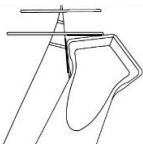

Figur 3
11. Vrid justeringshjulet ett steg moturs (se Figur 3).